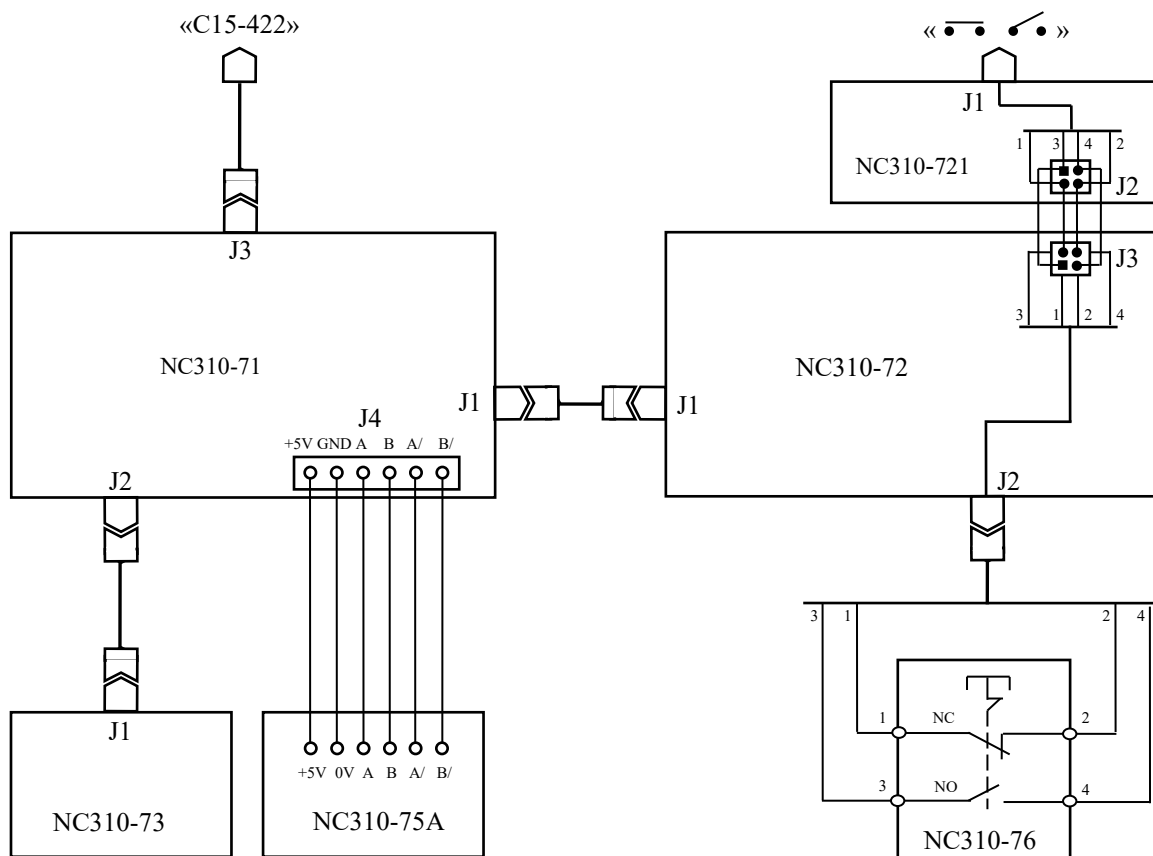

Рисунок 6.1 - Схема соединений СП NC310-7
6.2.4.1 Аварийный выключатель NC310-76 устанавливают непосредственно на лицевую панель СП NC310-77. Кнопка-грибок аварийного выключателя (красного цвета) через отверстие лицевой панели выводится на её наружную поверхность. Аварийный выключатель имеет одну пару НРК (**NO**) и одну пару НЗК (**NC**). Выводы НРК и НЗК проводами соединяются с розеткой на 4 контакта, которая подключается к разъёму **J2** на плате клавиатуры NC310-72 (см. рисунок 6.1). Через разъём **J3** сигналы передаются на плату разъёма аварийного выключателя NC310-721 и через разъём **J1** выводятся на заднюю стенку СП УЧПУ, где он имеет маркировку «**••••**».